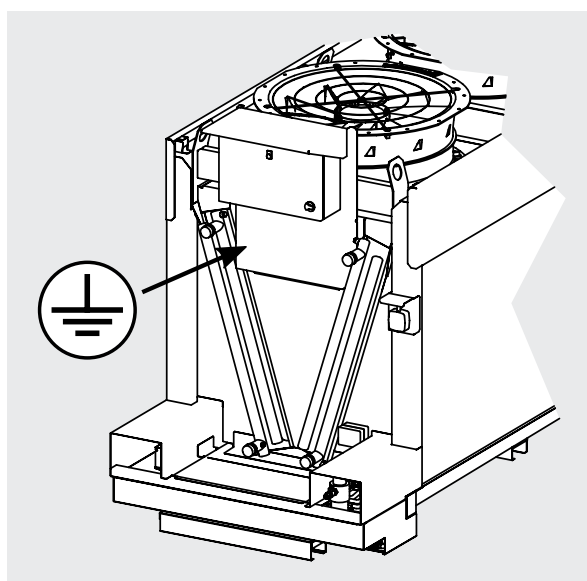

Figura 13
8.4 Para minimizar el riesgo de contacto indirecto, el sistema eléctrico puede conectarse a tierra mediante la clavija situada bajo la cubierta frontal. Ver Figura 13.